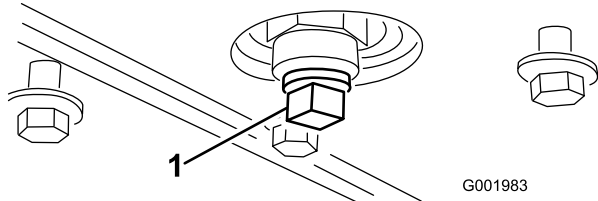

Figure 51
- Enlevez le bouchon de vidange (Figure 51).